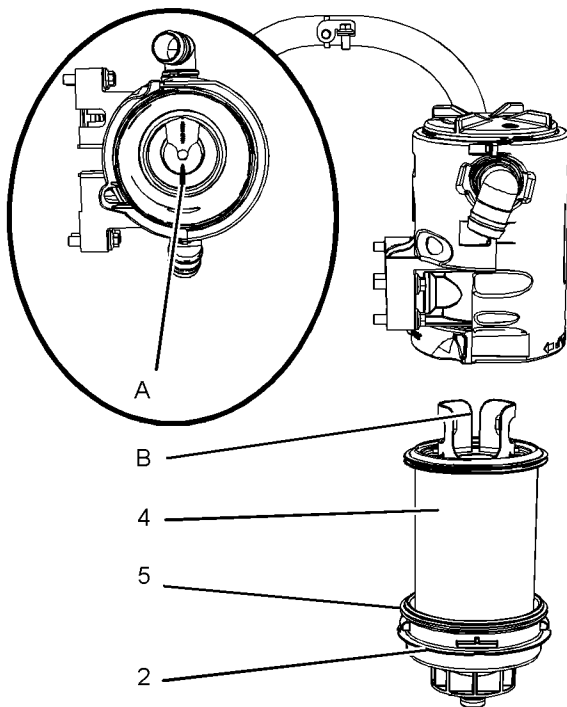

Abbildung 83
4. Eine neue Dichtung (5) einbauen. Einen neuen Filter in den unteren Deckel (2) einbauen.
5. Ausrichten von Position (A) am oberen Deckel mit Position (B) am Filterelement. Siehe Abbildung 83.